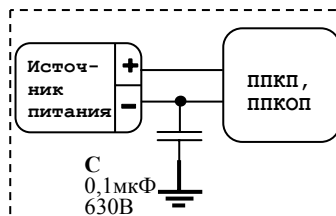

Рисунок 3
**ВНИМАНИЕ!!! В ЦЕЛЯХ ПОВЫШЕНИЯ ПОМЕХОУСТОЙЧИВОСТИ СИСТЕМЫ ПОЖАРНО-ОХРАННОЙ СИГНАЛИЗАЦИИ МИНУСОВОЙ ПРОВОД ИСТОЧНИКА ПИТАНИЯ ППКП (ППКОП) РЕКОМЕНДУЕТСЯ ЗАЗЕМЛЯТЬ ЧЕРЕЗ НЕПОЛЯРНЫЙ КОНДЕНСАТОР ЕМКОСТЬЮ 0,1–0,47 МКФ × 400 В (ИЛИ БОЛЕЕ). НАПРИМЕР: К73-17,0,1 МКФ, 630 В (см. рисунок 3).**